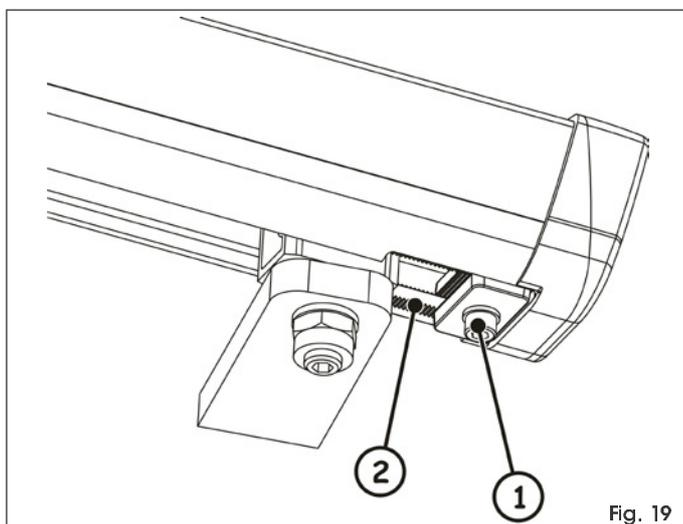

Fig. 19
3. Allentare la vite di fissaggio, Fig.19 rif. ①. Non è necessario rimuovere completamente la vite.
⚠ *L'arresto meccanico lavora accoppiato ad un settore dentato, Fig.19 rif. ②, nel caso di impedimenti durante la movimentazione accertarsi che l'accoppiamento sia libero. NON ESERCITARE FORZATURE.*